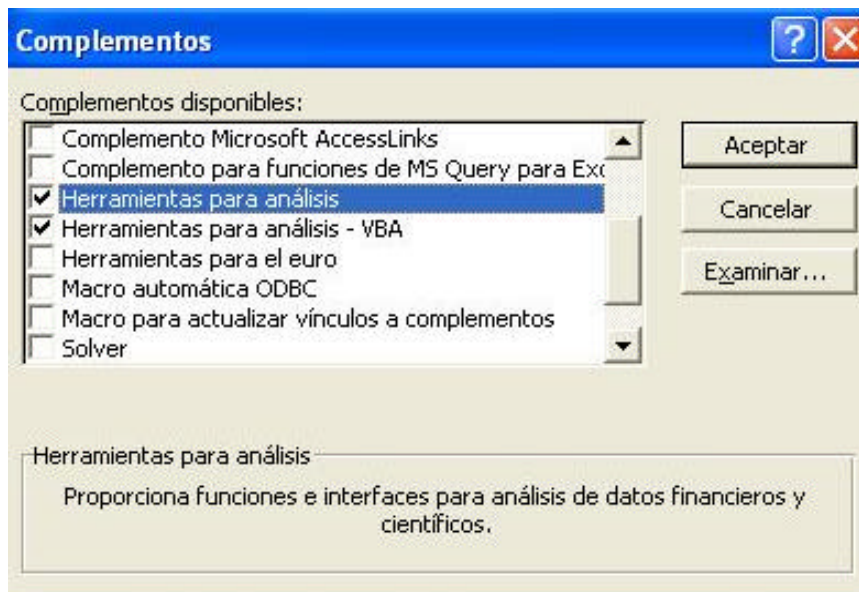

Figura 36
- Ingrese al menú HERRAMIENTAS y al desplegarlo, verifique que se encuentre la opción ANÁLISIS DE DATOS, si no se encuentra, seleccione la opción COMPLEMENTOS dentro del menú HERRAMIENTAS y seleccione: HERRAMIENTAS PARA ANÁLISIS Y HERRAMIENTAS PARA ANÁLISIS VBA, tal como se ilustra en la Figura 36